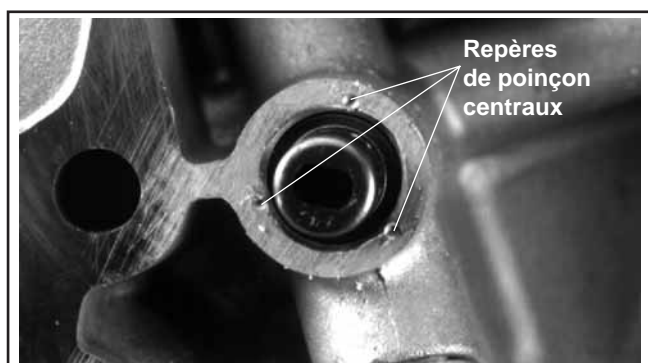

Figure 11-17. Marques de poinçon centrales.
2. Attacher le bossage avec un poinçon central dans 3 ou 4 emplacements près du bord intérieur afin de verrouiller en place la soupape de surpression. Voir la figure 11-17. Ne pas utiliser de Loctite®.